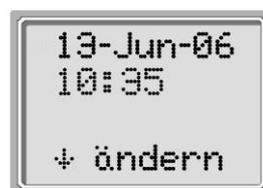

Bild 56
- Drücken Sie die UNTEN ▼ Taste ⑩. Es erscheint das in Bild 56 gezeigte Änderungs Menü.
- Drücken Sie jetzt UNTEN ▼ Taste ⑩ (Weiter) solange (ca. 3 Sek.), bis die grüne Anzeige ⑦ erlischt. Sie befinden sich jetzt im Geräte-Einstellungsprogramm.
- Wählen Sie mit der LINKS ◀ Taste ⑨, oder der RECHTS ▶ Taste ⑫ DP Programm.
- Drücken Sie jetzt die UNTEN ▼ Taste ⑩ (Weiter) solange (ca. 3 Sek.) bis die grüne Anzeige ⑦ erlischt. Sie befinden sich jetzt im DP Programmeinstellungs Menü.
- Mit der OBEN ▲ Taste ⑪ und der UNTEN ▼ Taste ⑩ können Sie zwischen den einzelnen Einstellpunkten wechseln.
- Mit der LINKS ◀ Taste ⑨, und der RECHTS ▶ Taste ⑫ können Sie eine Einstellung verändern.